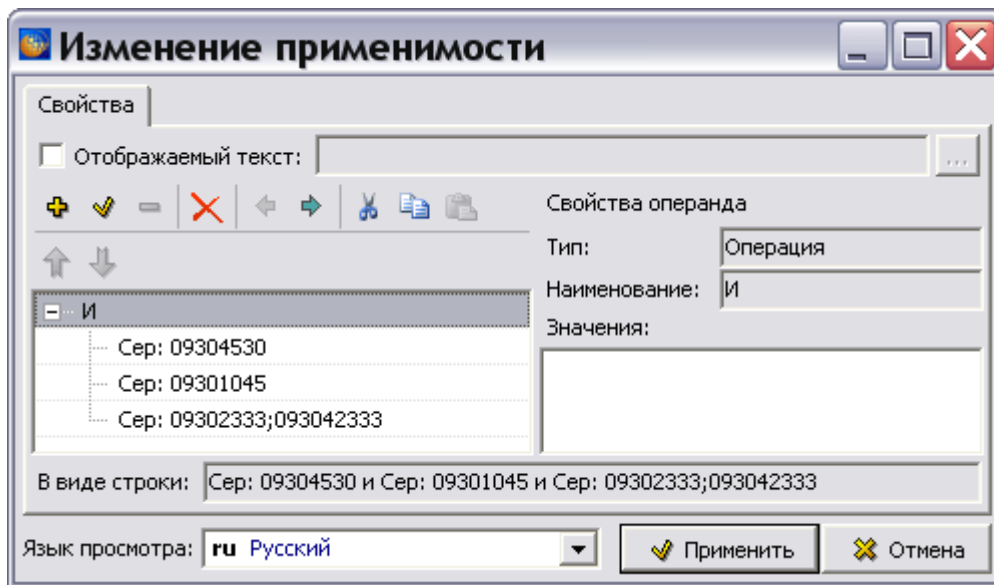

Рис. 97
- Повторите пункты 7-11 для добавления других серийных номеров изделия (Рис. 97).